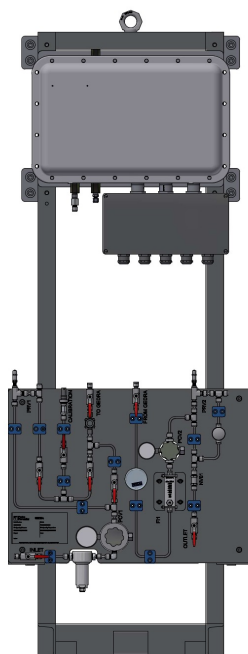

Fig. 4.18. *Telaio da interno*
- con un telaio da interno (Fig. 4.18), questa modalità prevede il fissaggio a terra;